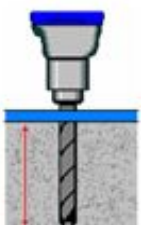

Fig. 3
1. Boor de ankerpaten in de grond met de boorhamer voor de expansiebouten. Zorg ervoor om perfect verticaal te boren (**fig. 3**).